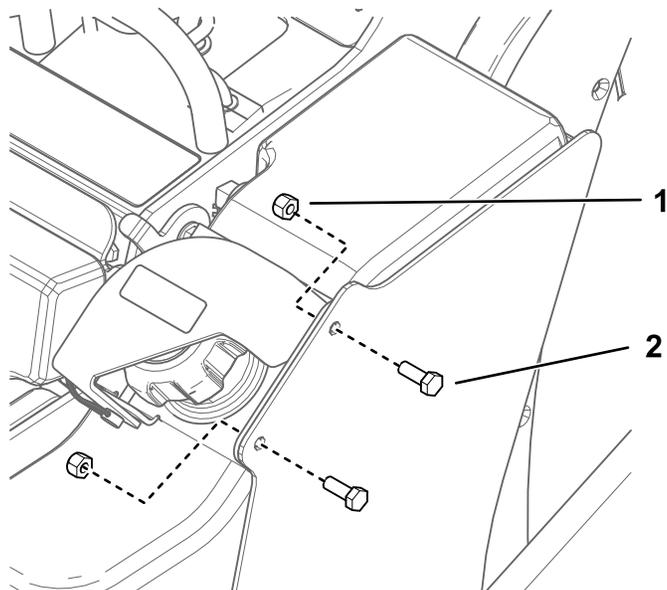

Figura 1
1. Retire los 2 pernos y contratuercas de la placa de bloqueo del depósito de combustible a la máquina (Figura 1). Guarde las contratuercas.